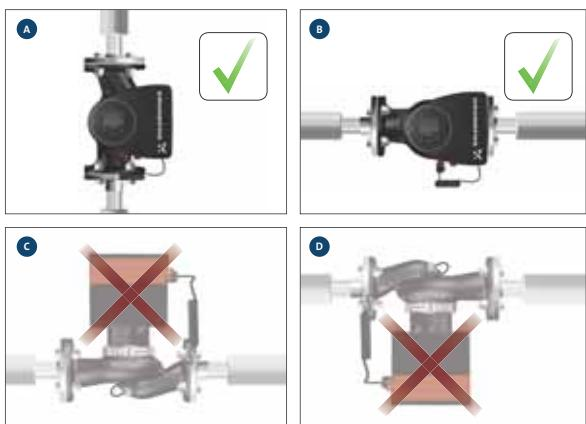

Рис. 4 Насос, установленный с валом электродвигателя в горизонтальном положении
- Правильный монтаж насоса на вертикальном трубопроводе. См. рис. 4 (A).
- Правильный монтаж насоса на горизонтальном трубопроводе. См. рис. 4 (B).
- Не допускается установка насоса в положении, при котором вал электродвигателя располагается вертикально. См. рис. 4 (C и D).